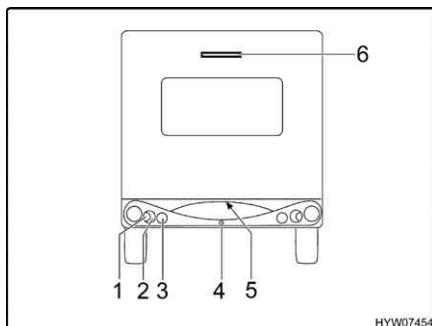

Fig. 170 Luci posteriori (Feeling)
- Svitare le viti degli involucri (Fig. 170,1 a 3 e 5).
La terza luce freno (Fig. 170,6) va sostituita assieme al suo involucro.